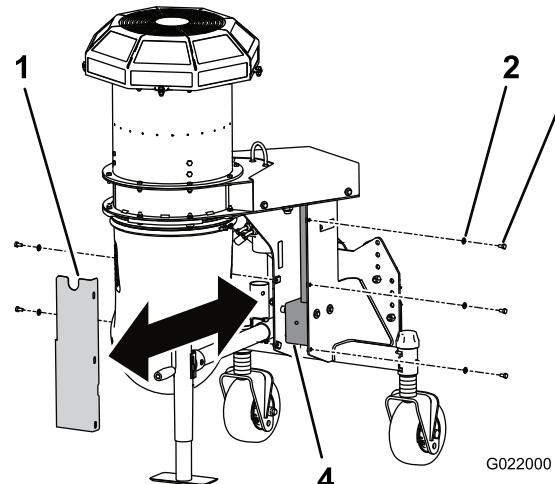

Figura 24
2. Rimuovete le (5) viti e rondelle che fissano la protezione della scatola degli ingranaggi al soffiatore (Figura 24).
3. Rimuovete la protezione per accedere alla scatola degli ingranaggi del soffiatore (Figura 24).